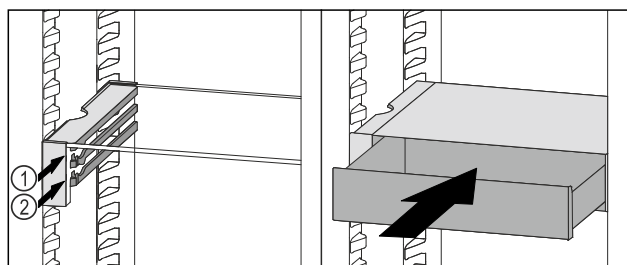

Fig. 90
- Predal VarioSafe namestite za zaustavljalnimi elementi na željeni nastavek Fig. 90 (1) ali Fig. 90 (2).